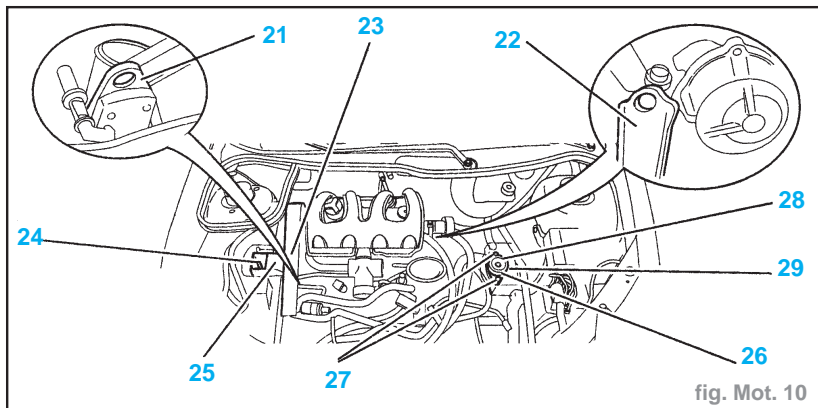

fig. Mot. 10
- Mettre en place le palonnier équipé de ses crochets sur les pattes d'élingage (21) et (22) puis le mettre en tension (fig. Mot. 10).